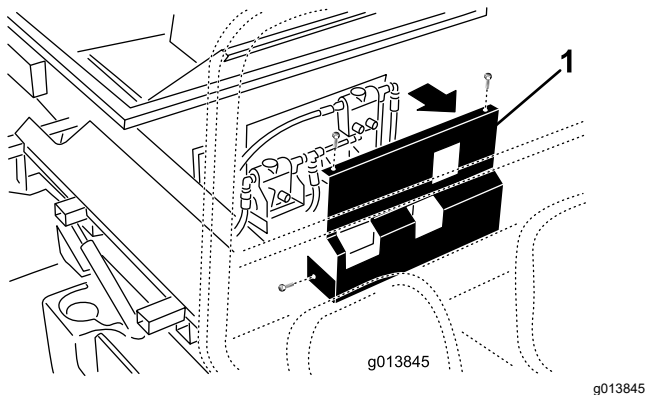

図 13
10. SH バージョンモデル 44701では、機体の前部にカバーを固定している固定具を取り外し、カバーを外して脇においておく図 13。